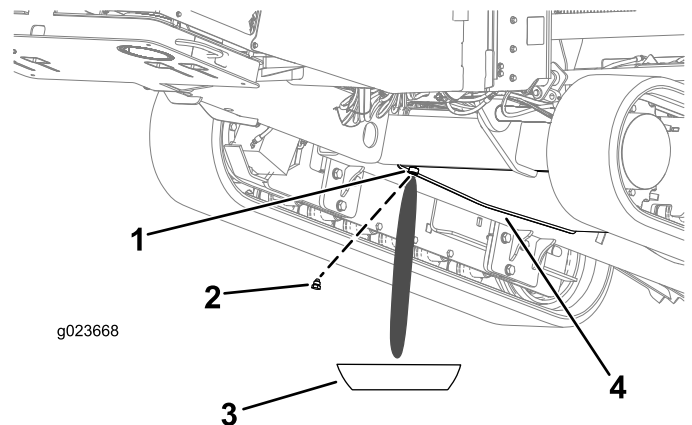

Bild 94
3. Lösen Sie die Ablassschraube, bis Wasser und Ablagerungen ablaufen (Bild 94).